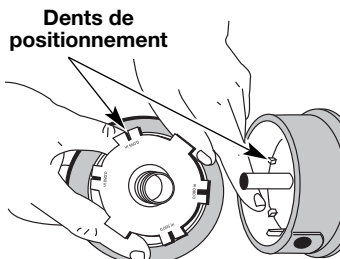

Fig. 32
- Vérifiez l'état d'usure des dents de positionnement sur le moulinet intérieur et la bobine extérieure (Fig. 32). Enlevez les ébarbes ou remplacez le moulinet et la bobine au besoin.